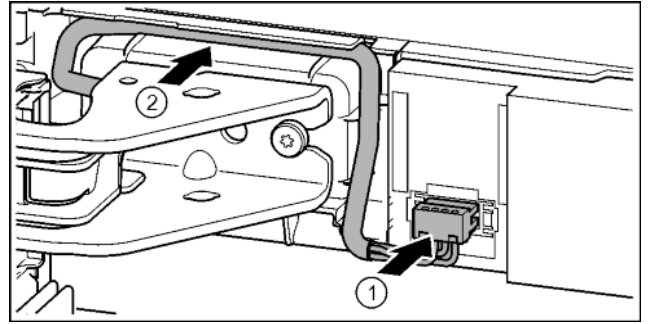

Fig. 42
- ▶ Зафиксировать штекер над верхним опорным кронштейном и осторожно уложить жилы кабеля в канал. Fig. 42 (1)
- ▶ Осторожно проложить серый кабель в направляющей над верхним опорным кронштейном. Fig. 42 (2)